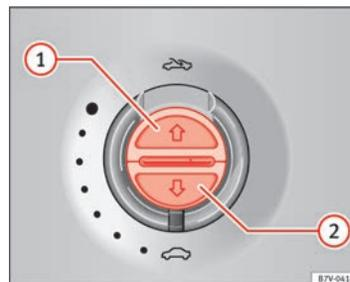

Fig. 59 En el revestimiento interior del techo: teclas para la persianilla parasol.
Abrir por completo (automáticamente):	Pulse la tecla ⇒ fig. 59 1 brevemente.
- *Persianilla parasol:* Dentro de 5 segundos tras el disparo de la función antiaprisionamiento pulse la tecla ⇒ fig. 59 ② hasta que la persianilla parasol se cierre por completo.